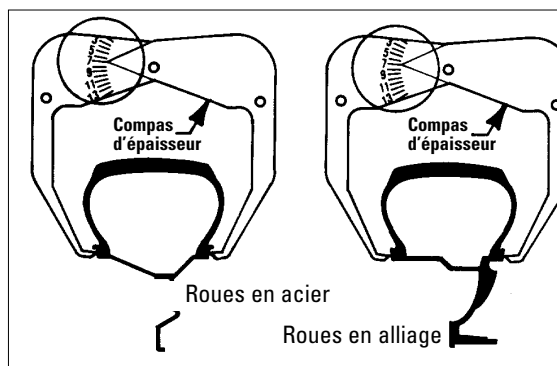

Figure 13 – Prise de mesure de la largeur de roue à l'aide du compas d'épaisseur
**1.** Prenez la mesure de la zone du plan intérieur (A). Pour ce faire, sortez l'écartomètre de l'équilibreuse jusqu'à ce qu'il touche la jante intérieure de la roue. Prenez en note la dernière mesure visible à l'endroit où l'écartomètre sort de son logement.
**3.** Placez le compas d'épaisseur sur la roue pour mesurer la largeur de celle-ci (voir la figure 13).